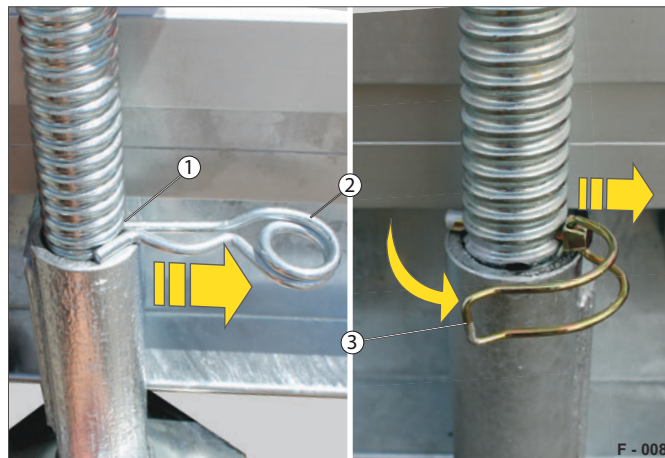

Abb. 3 Sicherungselement lösen
- ▶ Ziehen Sie den Federstecker (Abb. 3/2) aus der Bohrung (Abb. 3/1) bzw. öffnen Sie den Bügel (Abb. 3/3) und ziehen Sie den Bolzen heraus.